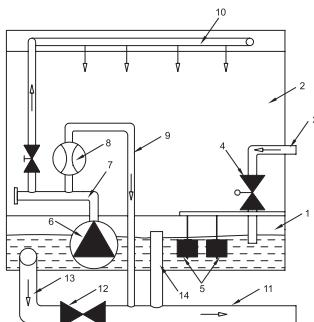

Рисунок 18
В установках RW могут применяться модели оборотного снабжения (рис.18), наиболее полно реализующих функционал увлажнителя. Поддон (1) наполняется водой из магистрального трубопровода. Уровень воды в поддоне поддерживается при помощи герконового датчика уровня (5) и нормально закрытого соленоидного клапана (4). В случае, когда требуется увлажнение, включается насос (6) и вода через распределительную гребенку (7) подается на блоки водораспределительных головок (10). Через водораспределительные головки вода равномерно распределяется на кассеты (2). Стекая по поверхности кассет, часть воды абсорбируется материалом кассеты, а часть возвращается в поддон. При прохождении воздуха через увлажненный материал кассеты, происходит испарение воды с поверхности материала. Таким образом влагосодержание воздуха повышается. Процесс сопровождается некоторым понижением температуры проходящего через кассеты воздуха, что позволяет использовать увлажнитель в качестве секции охлаждения в летний период. В процессе испарения содержание соли в оборотной воде повышается и может достичь уровня при котором соль будет откладываться на материале кассеты и элементах конструкции. Для нормализации концентрации солей в оборотной воде - предусмотрена система сброса части воды в дренаж и восполнения ее до необходимого уровня за счет подачи чистой. Величина отводного потока настроена по умолчанию. Для самостоятельной регулировки служит регулирующий кран (7) и расходомер на линии отводного потока водораспределительной гребенки. Для исключения возможности перелива воды в поддоне выполнена линия перелива (14) в дренаж. Для полного осушения поддона имеется линия слива (13) с шаровым краном (12).